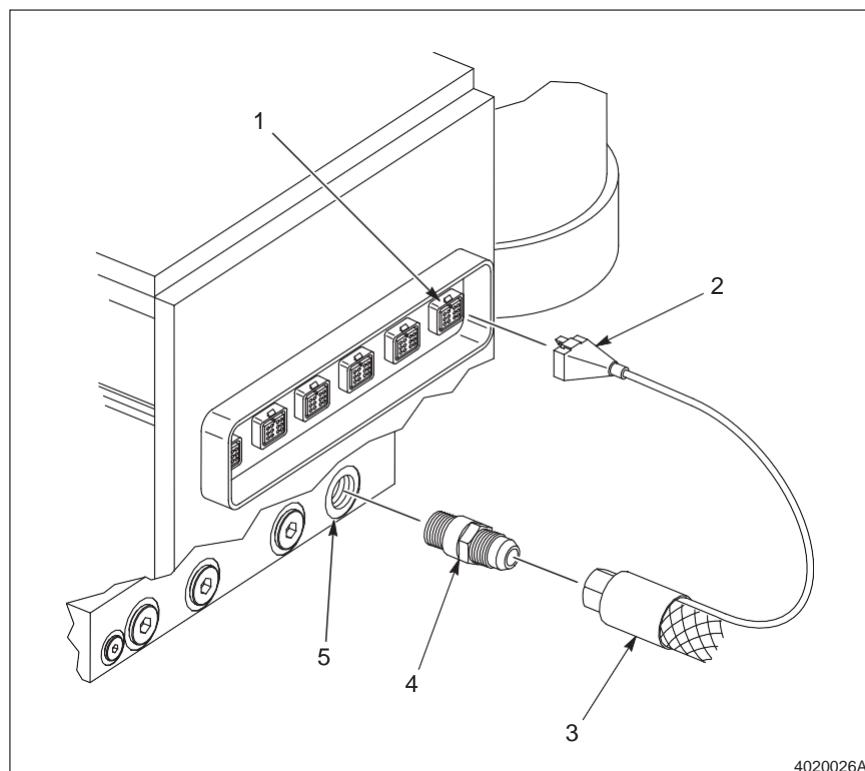

Fig. A 3-3 Colocando a Mangueira de Fornecimento no Processador
2. Ver a Figura A 3-3.
3. Remover o tampões de uma porta adequada de fornecimento (5) do coletor.
4. Aplicar lubrificante antigripagem nas rosas do conector e lubrificante de anel O no conector (4).
6. Conectar a mangueira de fornecimento (3) no conector do coletor.
7. Conectar o tampões elétrico da mangueira (2) a uma das tomadas elétricas (1) no processador.